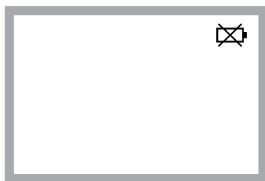

Ilustración 8
1. Si se muestra el símbolo «» en la esquina superior derecha del display LCD (véase la ilustración 8) es necesario cambiar las baterías.